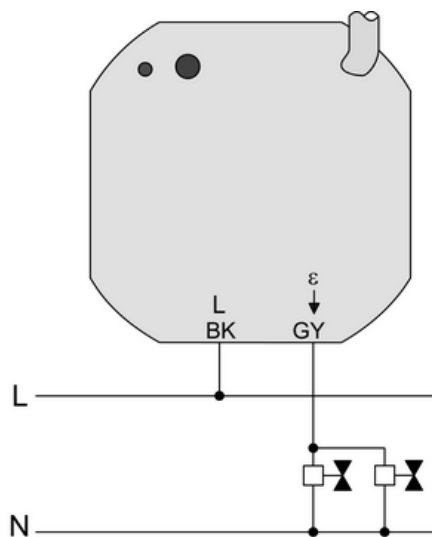

Рисунок 5
- Подключить нагрузку (рисунок 5). Использовать соединительные зажимы.